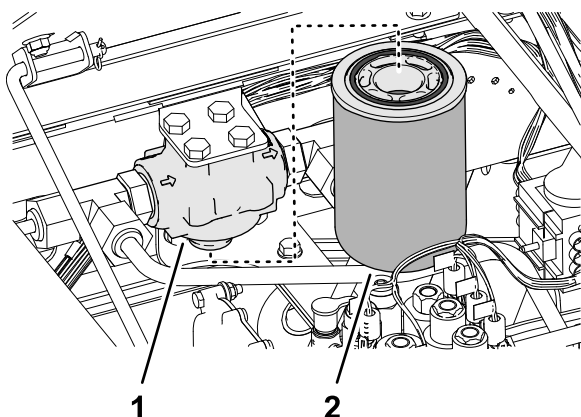

Figura 163
3. Limpie la zona alrededor del filtro de carga y del cabezal del filtro (Figura 163).